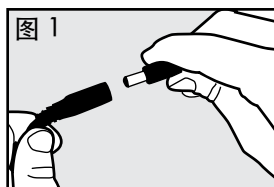

图 2
4. 将海绵滤网紧紧绕在水泵上后，将水泵放入水槽的凹口内。确定水泵的位置，使其顶部的圆形开口位于水槽的右上角，即水槽的正中央（参见图 2）。压下水泵，使其连接到吸盘上。将进水管插入水泵顶部的圆形开口中（参见图 3）。
2. 将水泵放回原位（参见图 2）。要确保水泵顶部上的圆形开口位于水槽的正中心，否则进水管将无法与支架正确对齐。轻轻压下，使其连接到吸盘上。